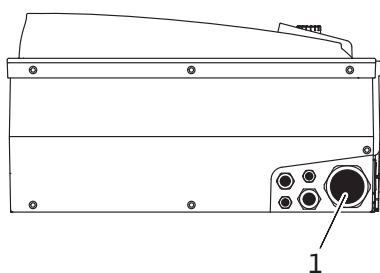

Fig. 22. Кабельный ввод М40
- Кабель для подключения к сети нужно проводить через кабельный ввод М40 (Fig. 22, поз. 1).